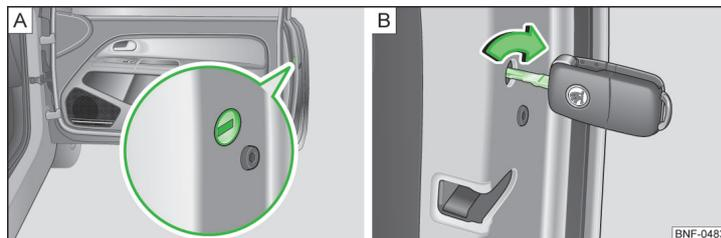

Fig. 121 Verrouillage de secours : portière avant droite
- Introduisez la clé dans la fente » fig. 121 - A.
- Tournez la clé de la portière droite à l'horizontale dans le sens de la flèche » fig. 121 - B et dans le sens inverse de la flèche pour la portière gauche.